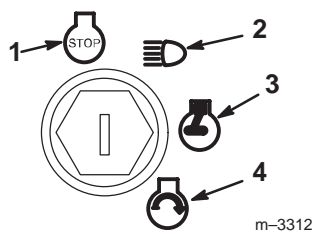

Figure 13
6. Tournez la clé de contact dans le sens des aiguilles d'une montre et maintenez-la en position Démarrage (Fig. 13).
3. Tournez la clé de contact à la position Contact coupé (Fig. 13).